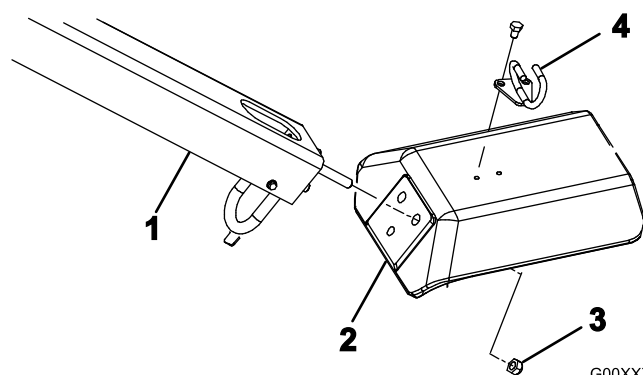

Figura 4
2. Introduceți tifturile de montare a mânerului în orificiile din furcă (Figura 4).
3. Fixați tifturile pentru mâner la furcă (Figura 4) cu 3 contrapiulițe (1/2").
5. Montați ghidajul pentru cabluri la partea superioară a furcii (Figura 4) cu 2 uruburi (5/16 x 1/2").